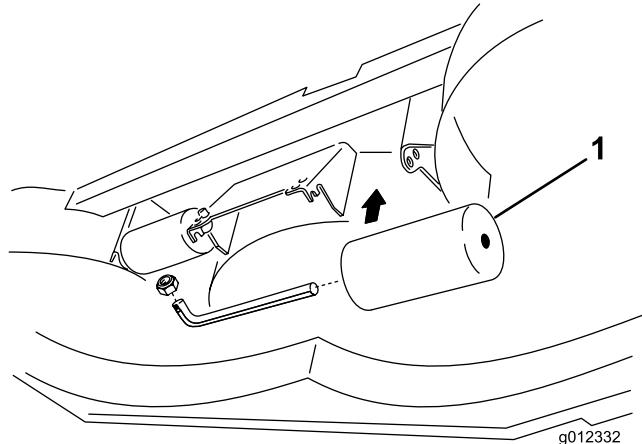

Figura 12
3. Instale el tornillo y la tuerca para fijar los conjuntos. Para ajustar los rodillos traseros (internos) (Figura 12).